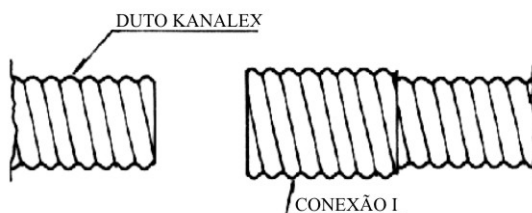

Figura 23
- b) Manter a conexão I rosqueada em um dos dutos (Figura 23).